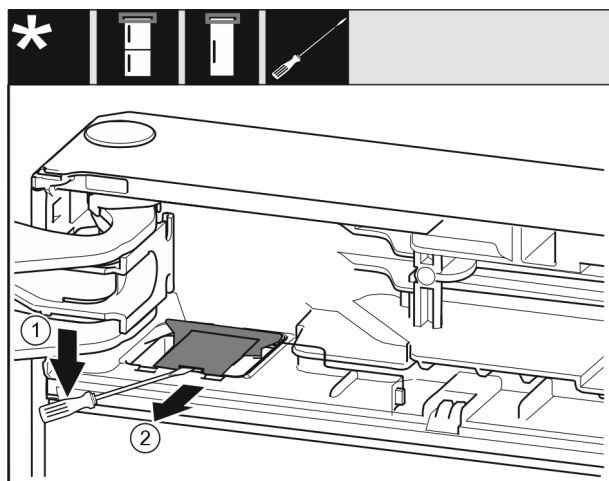

Fig. 14
- Dégager le cache Fig. 14 (1) au moyen d'un tournevis plat.
- Retirer le cache Fig. 14 (2).